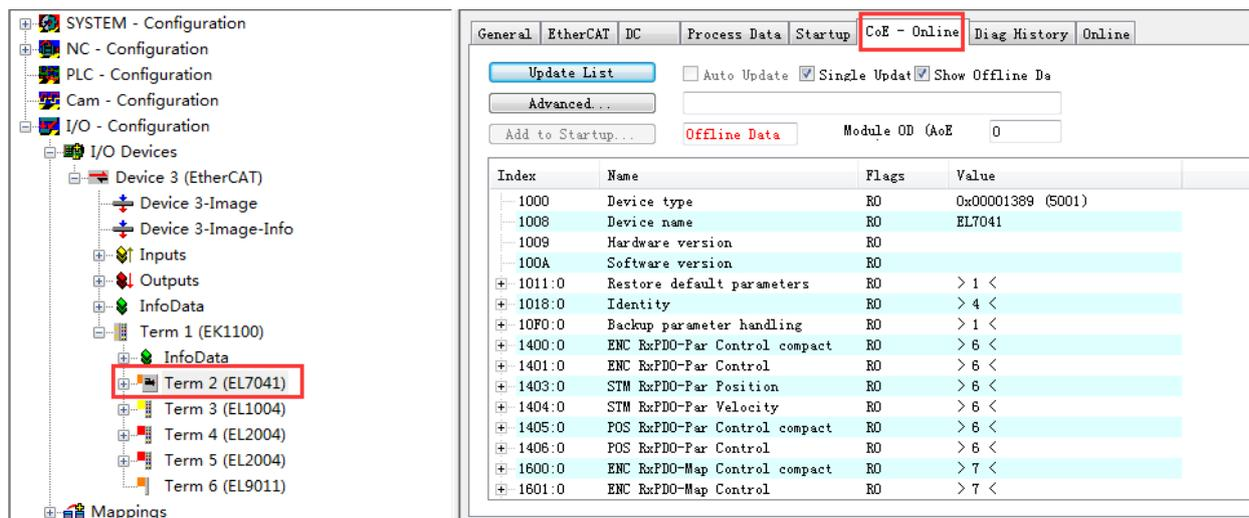

图 3-2
2、选中 EL7041 模块，双击；右侧出现配置界面，找到 CoE-Online（如图 3-2），接下来配置参数。